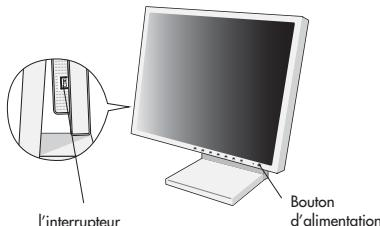

Figure D.1
5. L'Interrupteur de Vacances sur le côté gauche de l'écran doit être allumai. Allume l'écran (**Figure D.1**) de Silhouette de bouton et l'ordinateur.